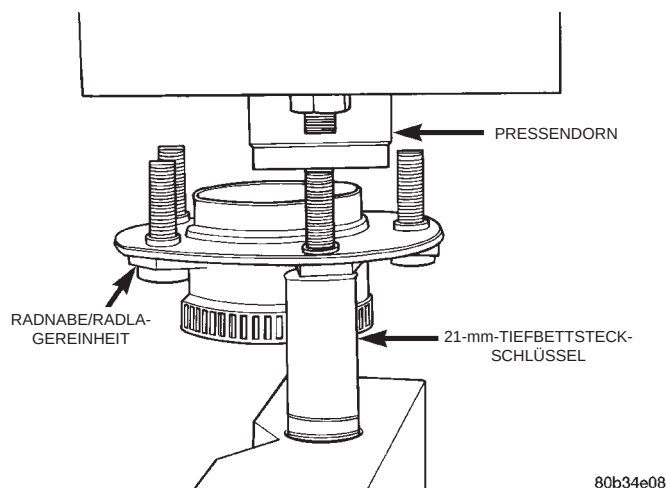

Abb. 37 Radbolzen ausbauen
(1) Radnabe/Radlagereinheit unter den Dorn einer hydraulischen Presse montieren. Einen 21-mm-Tiefbettsteckschlüssel unter den zu wechselnden Radbolzen stellen (Abb. 37).